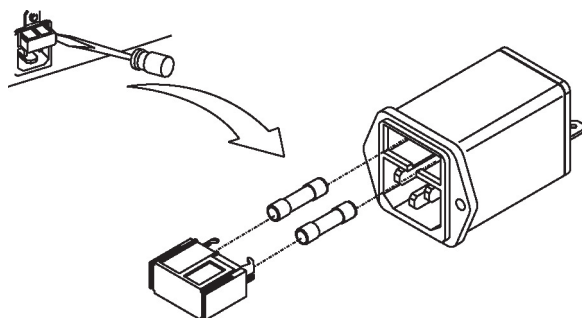

Figure 6-10 Dépose des fusibles
2. À l'aide d'un petit tournevis à tête plate, appuyez sur les languettes du tiroir à fusible pour le desserrer, puis retirez-le du module d'alimentation CA. Voir la Figure 6-10.